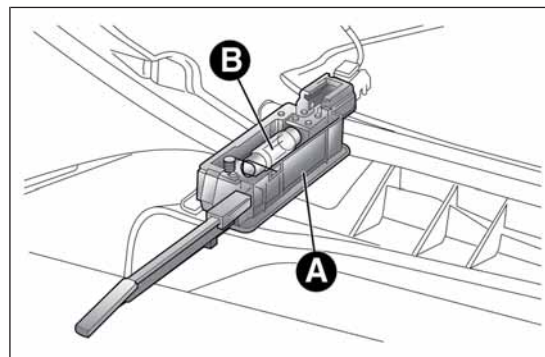

fig. 146
- apri il cassetto portaoggetti ed estrai la plafoniera A fig. 146;